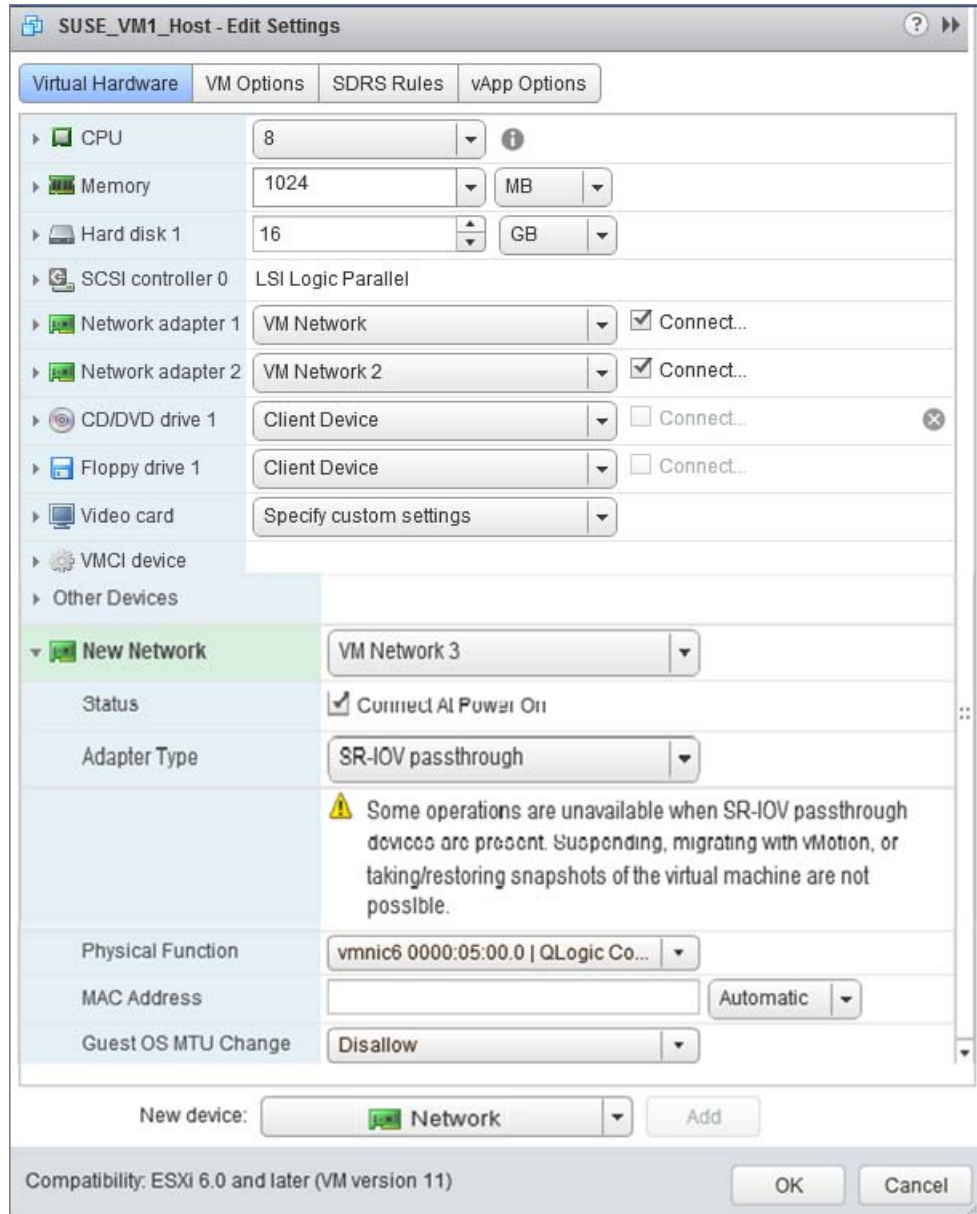

Figura 8-15. Edición de la configuración de host VMware
15. Complete el cuadro de diálogo Edit Settings (Editar configuración) (Figura 8-15) como se indica a continuación: